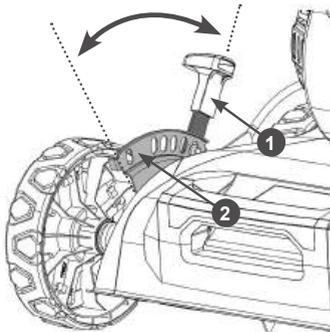

Рис. 13. Регулировка глубины обработки
Скарификатор имеет ступенчатую регулировку глубины обработки в пределах –5 мм до +15 мм. Глубина обработки регулируется за счет изменения высоты корпуса скарификатора относительно земли. Высота корпуса скарификатора относительно земли устанавливается рычагом 1 (Рис. 13).
Для перестановки рычага: оттяните его в сторону от пластины 2, сдвиньте вперед или назад, после чего зафиксируйте рычаг в пластине 2 (Рис. 13). При переводе рычага вперед (по ходу движения скарификатора) глубина обработки уменьшается, при переводе рычага назад глубина обработки увеличивается (Рис. 13).
1. Установите скарификатор в начале участка работы и рычагом 1 (Рис. 13) установите требуемую глубину обработки газона.